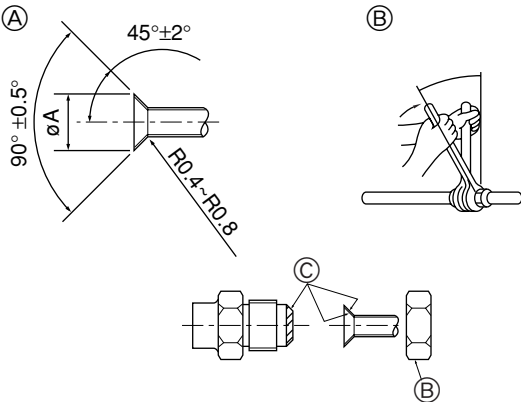

Fig. 4-1
- 4.1. 连接管道 (Fig. 4-1)
④ 扩口切割尺寸